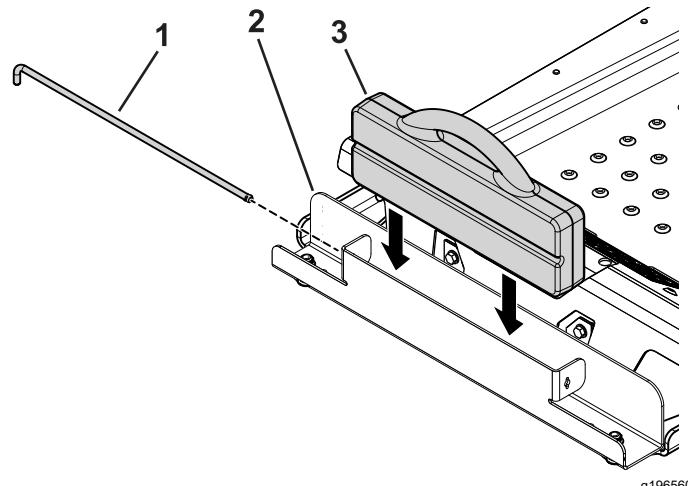

Figura 5
4. Introducei greutatea cu mâner în compartimentul pentru greutate cu partea canelurii îndreptată spre partea din faă a mainii (Figura 5).
5. Introduceți tija de fixare în compartiment și rotiți-o în poziția de blocare Figura 5.